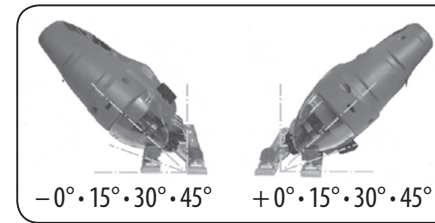

Abb. 2
- ✓ Einstellbarer senkrechter Schneidwinkel $\pm 0^\circ$, 15° , 30° , 45° (Abb. 2).